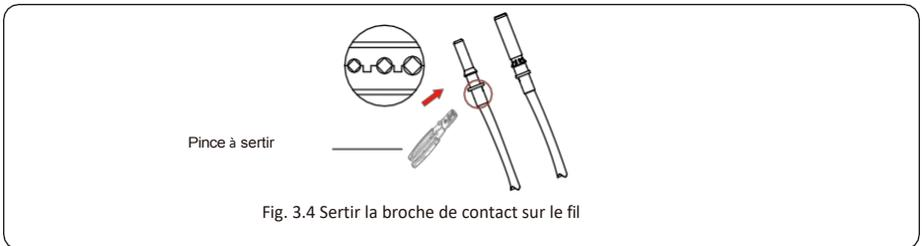

Fig. 3.4 Sertir la broche de contact sur le fil
- b) Sertir les cosses métalliques à l'aide d'une pince à sertir, comme illustré à la figure 3.4.